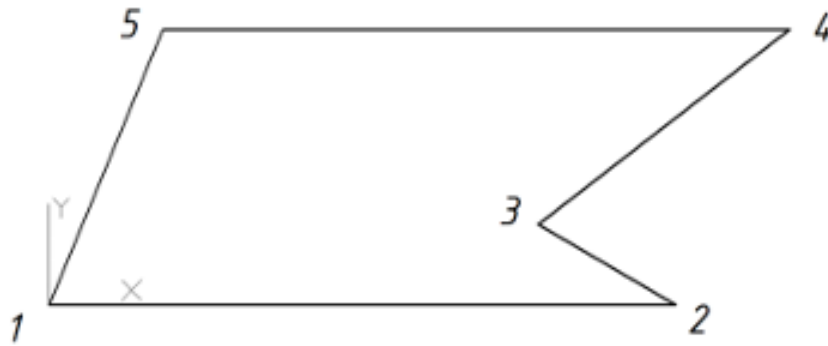

Рисунок 2.1. Приклад виконання завдання 2
2. За допомогою команди LINE побудуйте довільний замкнений контур (рис.2.1.). Створіть замкнений трикутник за допомогою інструменту ПОЛІЛІНІЯ (PLINE), використовуючи опцію «ЗАМКНУТИ» (CLOSE) у командному рядку для фінальної точки.